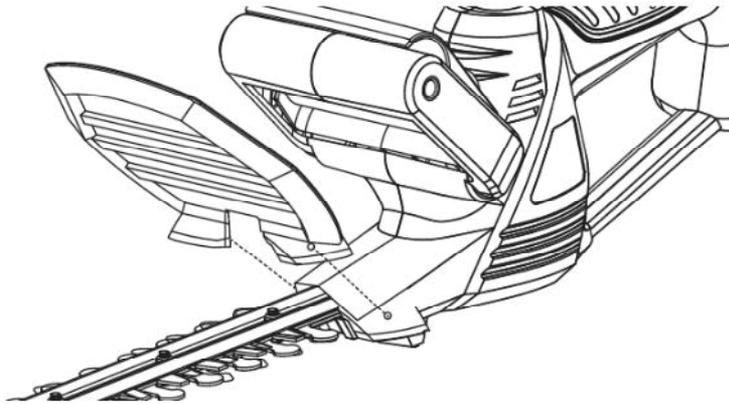

Fig. C2
2. Installer la protection pour les mains sur le boîtier du taille-haie (voir Fig. C2).